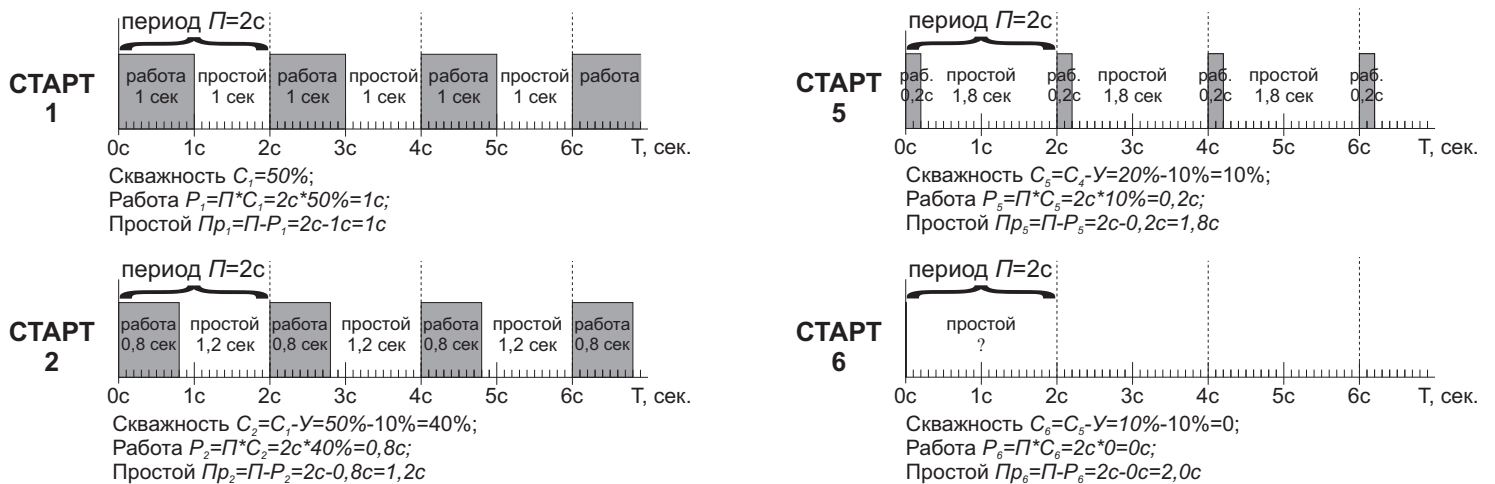

Рис. 4. Описание логики и схема работы ШИМ. Период  $T=02,0$  с, Сквозность  $C=50,0$  %, Уменьшение  $Y=10,0$  %.
**ПРИМЕР 6.** период  $П$  - 2 секунды, скважность  $С$  - 50%, декремент  $У$  - 10%. После внесения в прибор этих чисел клапан будет открыт 1 секунду, и 1 секунду закрыт. При первом выключении, а затем включении - 0,8 секунды открыт и 1,2 секунды закрыт. На пятом «старт-стопе» - 0,2 секунды открыт и 1,8 секунды закрыт. На шестом и последующих «старт-стопах» клапан будет закрыт постоянно. При этом на верхнем индикаторе будут  $002$  (период). (Рис. 4)